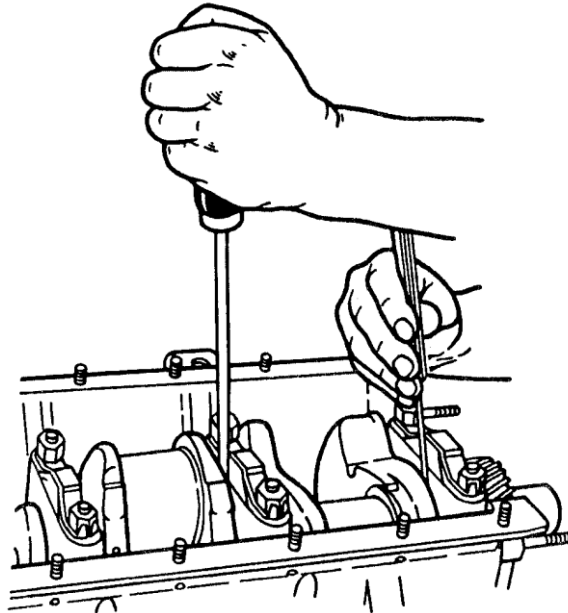

Рис.55. Проверка осевого зазора коленчатого вала
13. Проверить осевой зазор коленчатого вала. Для проверки необходимо отжать коленчатый вал к заднему концу двигателя и с помощью щупа определить зазор между торцом задней шайбы упорного подшипника и плоскостью бурта первой коренной шейки (рис.55). Зазор должен быть $0,075 \dots 0,275$ мм. При увеличенном осевом зазоре для его восстановления установить упорные шайбы стандартной толщины или ремонтные упорные шайбы, увеличенной на $0,13$ мм толщины. В случае значительного износа стальной упорной шайбы, установить новую упорную шайбу. В случае невозможности восстановления зазора заменой шайб, заменить коленчатый вал.